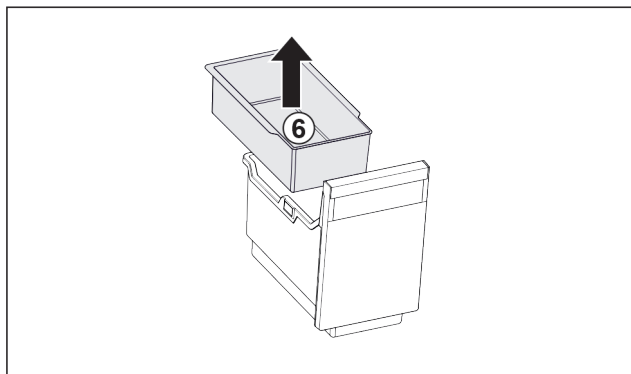

Fig. 29
- ▶ Wyjąć półkę zawieszaną Fig. 29 (6).